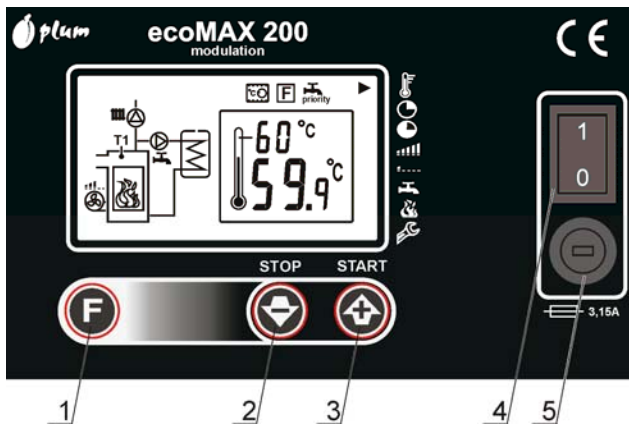

Abb. 1 Tastaturansicht
Der Regler wird durch Drücken des Netzschalters eingeschaltet (4) Abb. 1. In erster Reihe wird ein Informationsfenster mit den Programmversionen gezeigt, danach übergeht der Regler in den Betrieb.